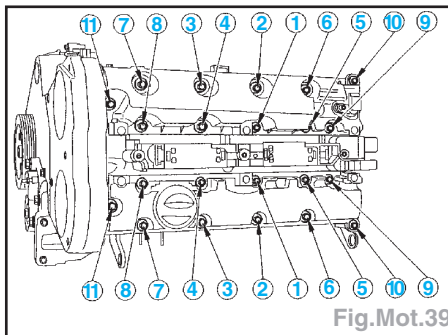

Fig.Mot.39
- Reposer les couvre-culasses et les serrer au couple de $0,9 \pm 0,1$ daN.m et dans l'ordre indiqué de 1 à 11 (Fig.Mot.39).